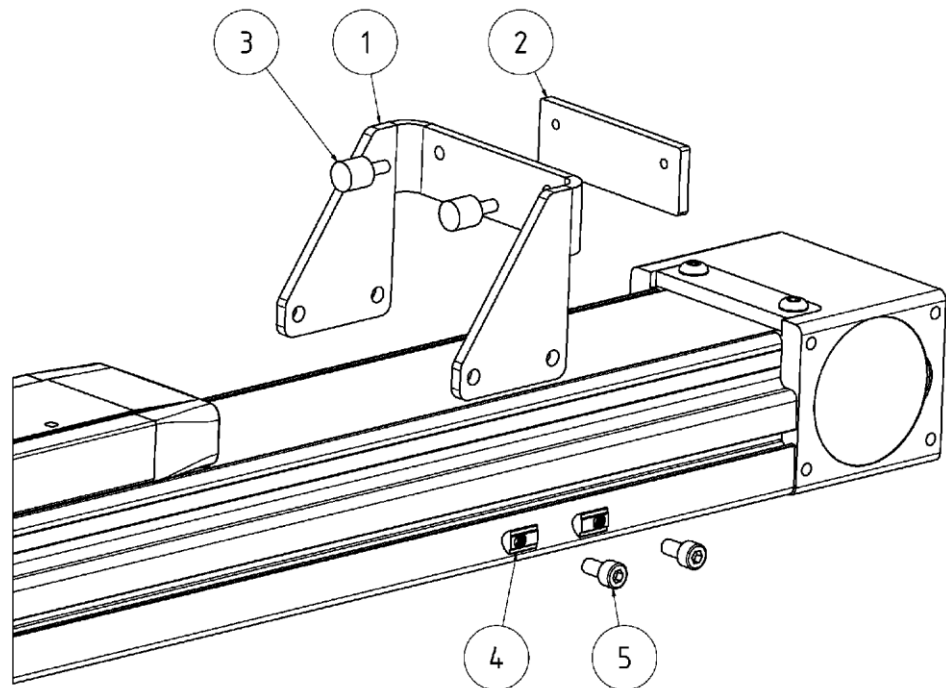

Abbildung 10: Externer Endanschlag
- ◆ Setzen Sie die Gewindeplatte (Abbildung 10: Externer Endanschlag, Pos. 2) an den externen Anschlag (Abbildung 10: Externer Endanschlag, Pos. 1) und verschrauben Sie diese mit den Puffern (Abbildung 10: Externer Endanschlag, Pos. 3).
- ◆ Stecken Sie die Nutensteine (Abbildung 10: Externer Endanschlag, Pos. 4) in die Klemmprofile der HLR Linearachse, jeweils zwei in jede Nut und positionieren Sie diese grob für den externen Anschlag.
- ◆ Schieben Sie den externen Anschlag auf das Trägerprofil (mit den Puffern in Richtung Läufer), über die Nutensteine und schrauben Sie die mitgelieferten Schrauben (Abbildung 10: Externer Endanschlag, Pos. 5) ein (nicht festziehen).
- ◆ Verschieben Sie den externen Anschlag an die gewünschte Position und ziehen Sie die Schrauben (Abbildung 10: Externer Endanschlag, Pos. 5) mit dem erforderlichen Anzugsmoment (siehe Tabelle 9: Anzugsmomente externer Endanschlag).
Anzugsmoment Klemmpratten (Abbildung 10: Externer Endanschlag, Pos. 5)